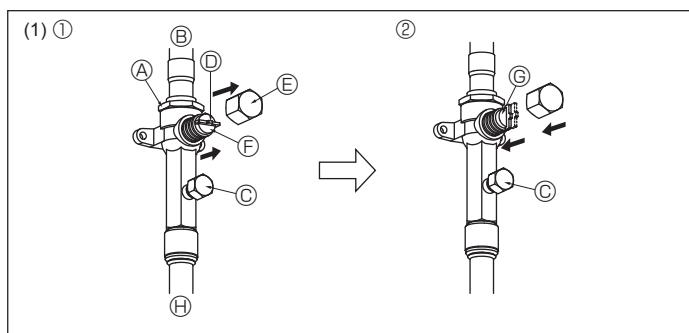
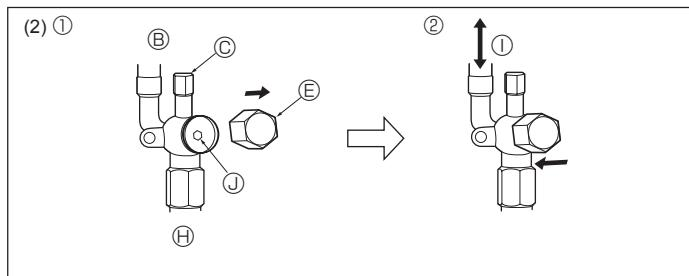

Fig. 4-10
Fig. 4-11
(1) Газова сторона (Fig. 4-10)
- ① Щоб відкрити клапан, зніміть із нього ковпак, потягніть ручку на себе та поверніть на 1/4 оберту проти годинникової стрілки.
- ② Переконайтесь, що запірний клапан повністю відкритий, вдавіть ручку та закрутіть ковпак у початкове положення.
(2) Рідинна сторона (Fig. 4-11)
- ① Зніміть ковпак та поверніть шток клапана проти годинникової стрілки до упору за допомогою 4-міліметрового шестигранного гайкового ключа. Закручуйте доти, доки він не втретьється в обмежувач.